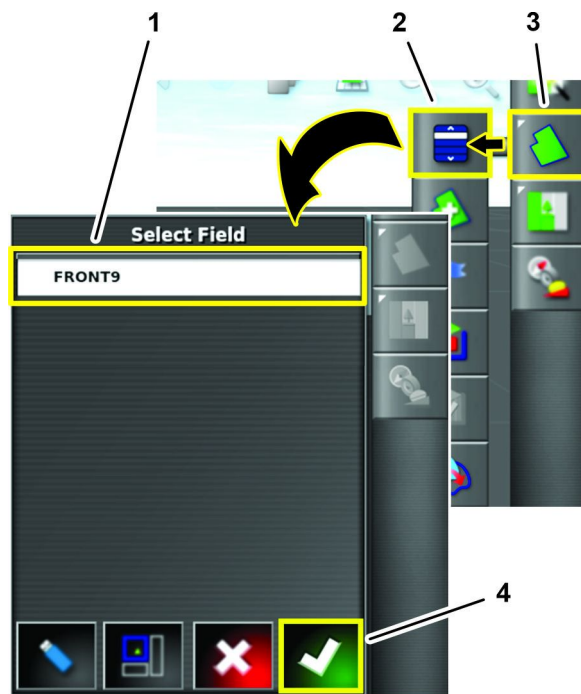

Figura 72
2. Pulse el icono MENÚ DE PARCELAS y el icono SELECCIONAR PARCELA (Figura 72).
3. Pulse el icono de la PARCELA en la que fusionará los perímetros de la máquina N° 2, y pulse el icono Confirmar (Figura 72).